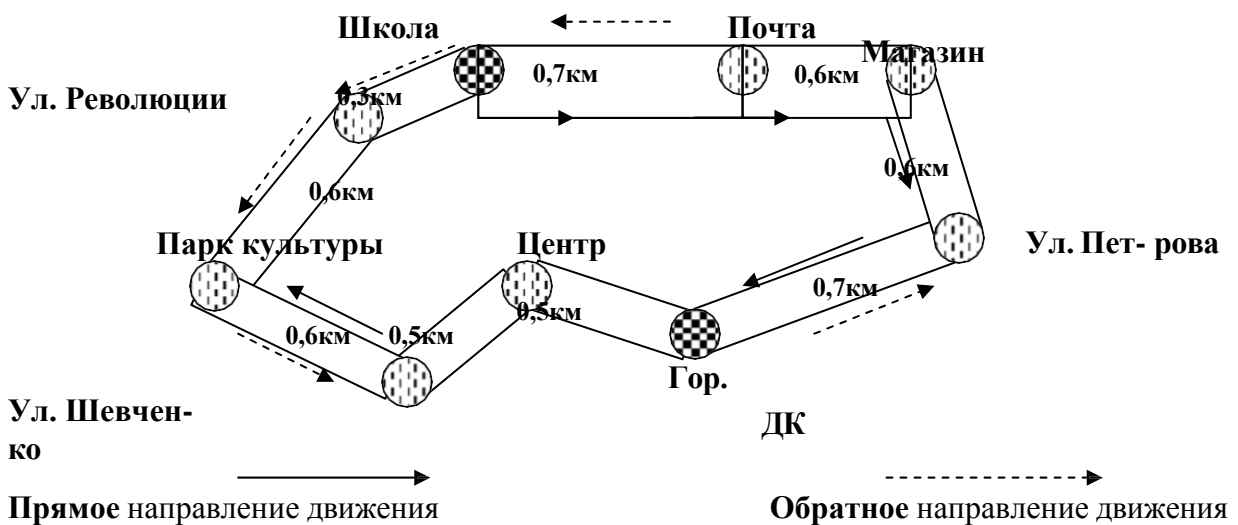

Рис. 2 Схема городского кольцевого автобусного маршрута
47. На городском кольцевом маршруте (рис. 2)  $Ч=10$  авт./ч;  $v_m = 20$  км/ч.;  $t_{по}=1$  мин;  $t_{ко} = 7$  мин.